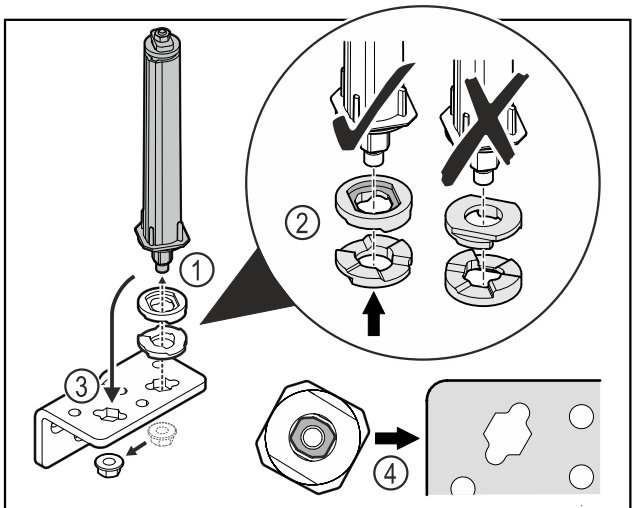

Fig. 38
- ▶ Atskrūvējiet uzgriezni un noņemiet durvju slēgšanas sistēmu Fig. 38 (1).
- ▶ Ievērojiet augstuma regulēšanas paplākšņu pareizo izvietojumu Fig. 38 (2).
- ▶ Pārlieciet durvju slēgšanas sistēmu lokāmajā kronšteinā un nofiksējiet ar uzgriezni Fig. 38 (3).
- ▶ Ievērojiet durvju slēgšanas sistēmas pareizo izvietojumu ievietošanas laikā Fig. 38 (4).